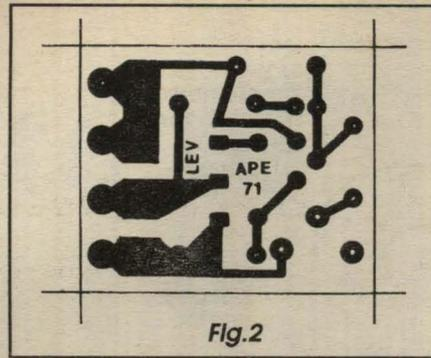

Fig. 2
- FIG. 2 - LAY OUT DO CIRCUITO IMPRESSO ESPECÍFICO - A placa específica é pequena e simples, tendo seu padrão cobreado em escala 1:1 (tamanho natural, portanto...) na figura... É só *carbonar*, fazer a traçagem com decalques ou tinta ácido-resistente, promover a corrosão, limpeza e furação, conforme convencional, tendo porém os cuidados "eternamente" recomendados, principalmente no que diz respeito à verificação/conferência final (sempre baseando-se no gabarito da figura...). Quem for novo na turma deve consultar as **INSTRUÇÕES GERAIS PARA AS MONTAGENS** (encarte de APE, presente em todas as edições da Revista...), onde encontrará importantes subsídios e informações práticas para o bom uso e aproveitamento dos circuitos impressos... Notar que algumas das pistas cobreadas da placa são bem mais *taludas* do que o restante... Isto porque em tais *caminhos* transitará corrente/potência *pesadas*, controladas pelo TIP33 e necessárias ao acionamento da lâmpada...